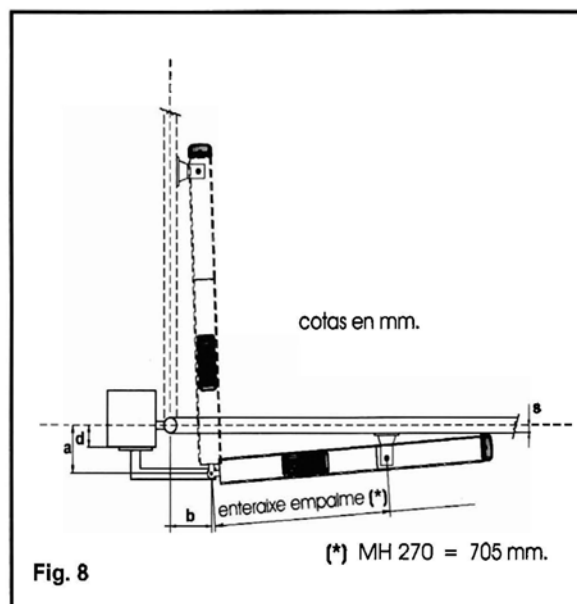

Fig. 8
3.3. INSTALACIÓN DE LOS ACCIONADORES MH CON ABERTURA HOYA EXTERNA (fig. 8)